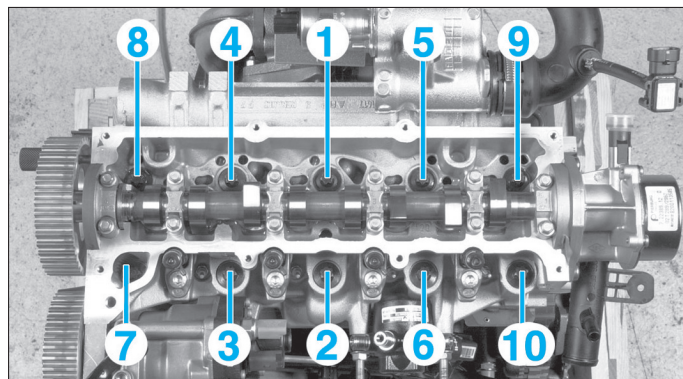

Fig. 77
- Serrer les vis de culasse en respectant l'ordre et le couple de serrage prescrits (Fig.77).